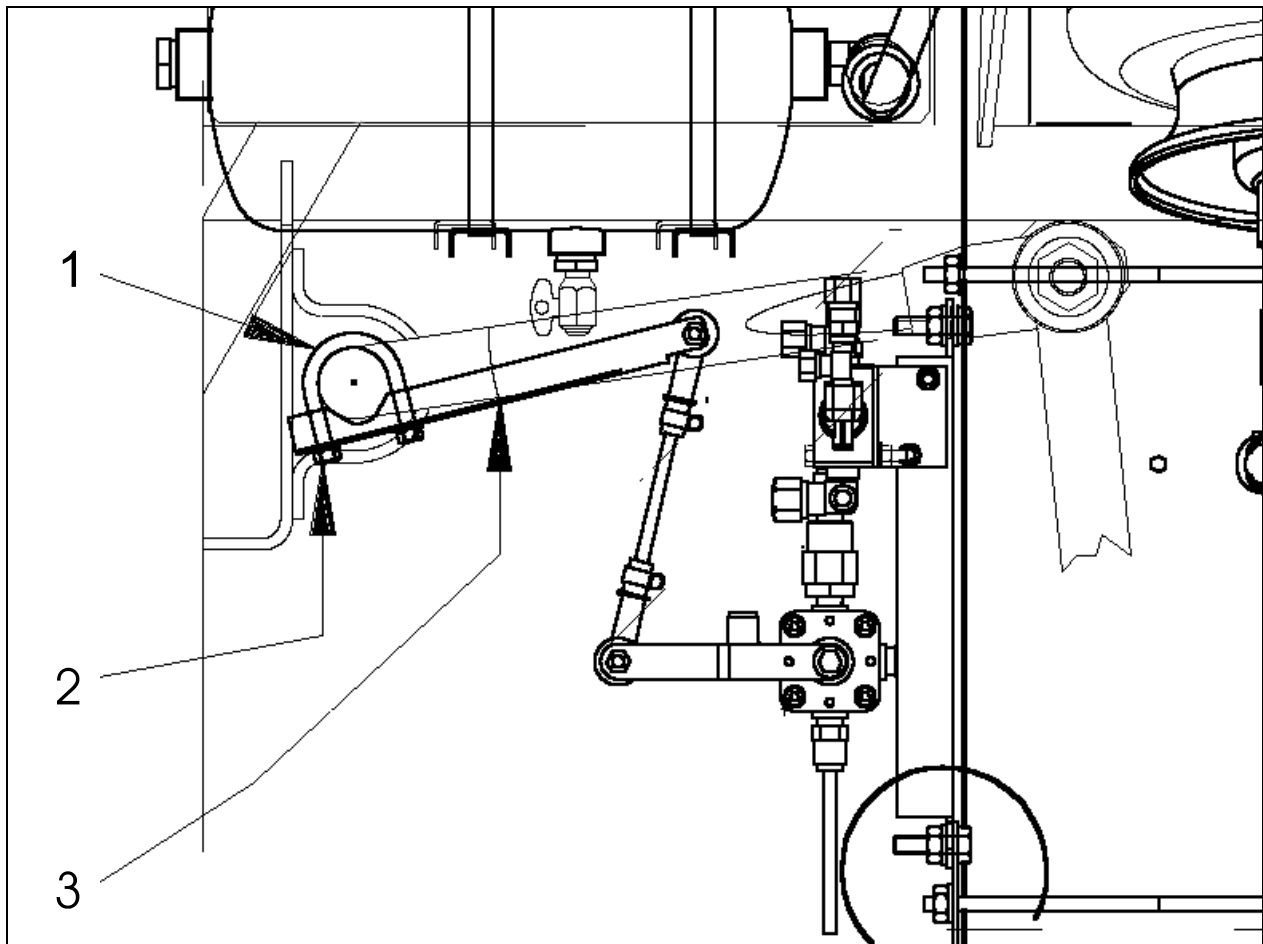

FIGURE 1 : SOUPEPE DE COMMANDE DE HAUTEUR, SUSPENSION INDÉPENDANTE
1. Repérer le boulon en U (1, Fig. 1) retenant le levier de la soupape de commande de hauteur de la suspension indépendante (3, Fig. 1);
2. Pour ne pas perdre l'ajustement du levier, marquer son emplacement au crayon gras, dévisser qu'un écrou (2, Fig. 1), insérer une rondelle frein (#500476) à la tige du boulon puis remettre l'écrou.